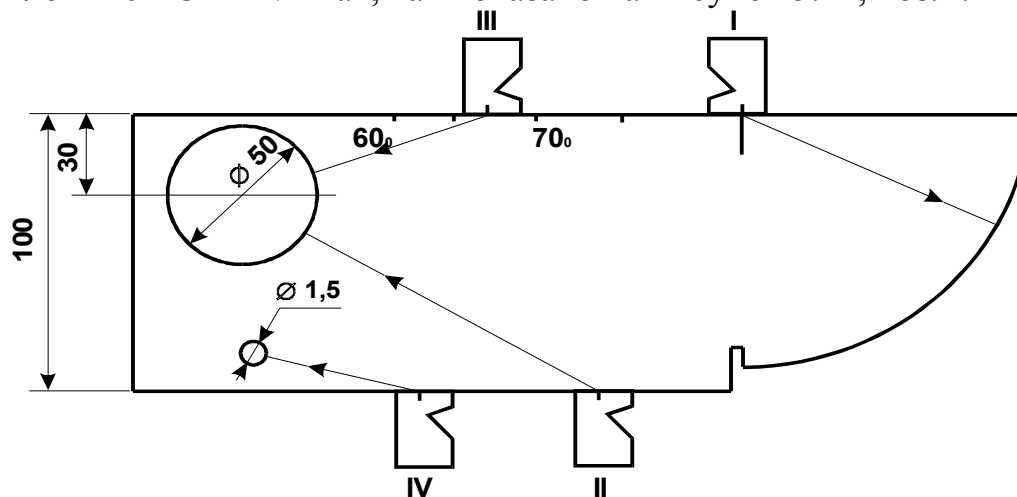

Рисунок 5.14
5.6.2 Приложите ПЭП к V1 так, как показано на Рисунок 5.14, поз. I.
5.7.9 Угол ввода определяется из положений II, III или IV ПЭП Рисунок 5.14 в зависимости от того, в какой диапазон углов попадает значение угла данного ПЭП. При этом положение II соответствует диапазону $10^\circ - 60^\circ$, положение III - $60^\circ - 75^\circ$ и положение IV - $75^\circ - 80^\circ$.
5.7.10 Поставьте ПЭП на поверхность V1 в одно из положений II, III или IV Рисунок 5.14 в зависимости от известного ранее угла ввода. Перемещая ПЭП вдоль по поверхности, получите эхосигнал от соответствующего бокового цилиндрического отверстия.
5.8.2 Используя табл. 5.3 (для положения II ПЭП на Рисунок 5.14), табл. 5.4 (для положения III ПЭП на Рисунок 5.14) и табл. 5.5 (для положения IV ПЭП на Рисунок 5.14) определите по углу ввода α точное значение расстояния по лучу r для данного ПЭП.